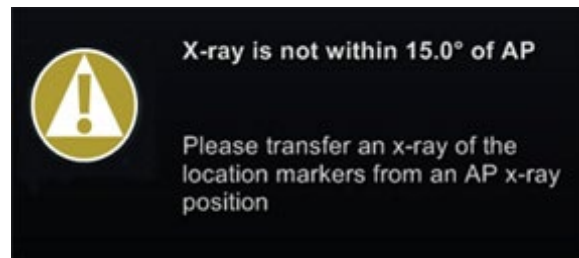

Figure 121. Message – « X-ray is not within 15.0° of AP » (L'arceau ne se trouve pas dans les 15,0° de la position AP)
Il est possible que l'arceau de radiographie soit mal positionné. Il doit se trouver dans les 15° de la position antéropostérieure (AP). Si ce n'est pas le cas, le symbole de mise en garde doré s'affiche avec le message « X-ray is not within 15,0° of AP » (L'arceau ne se trouve pas dans les 15,0° de la position AP) (**Figure 121**). Repositionnez l'arceau et essayez de nouveau.